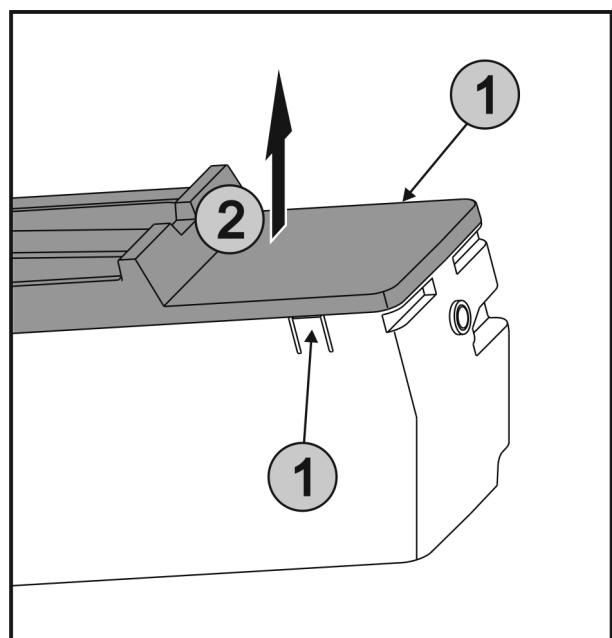

Fig. 37
- Appuyer simultanément sur les languettes Fig. 37 (1) des deux côtés de l'EasyTwist-Ice et retirer le couvercle Fig. 37 (2) vers le haut.